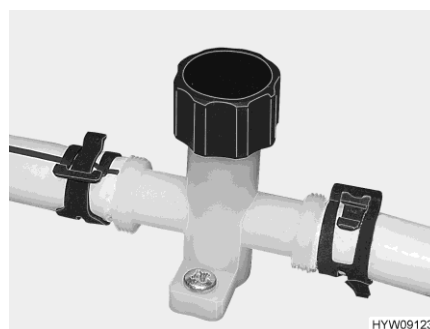

Bild 115 Avtappningskran (vattenledning)
- Stäng avtappningskranarna. Vrid avtappningsventilens lock (Bild 115) medurs.